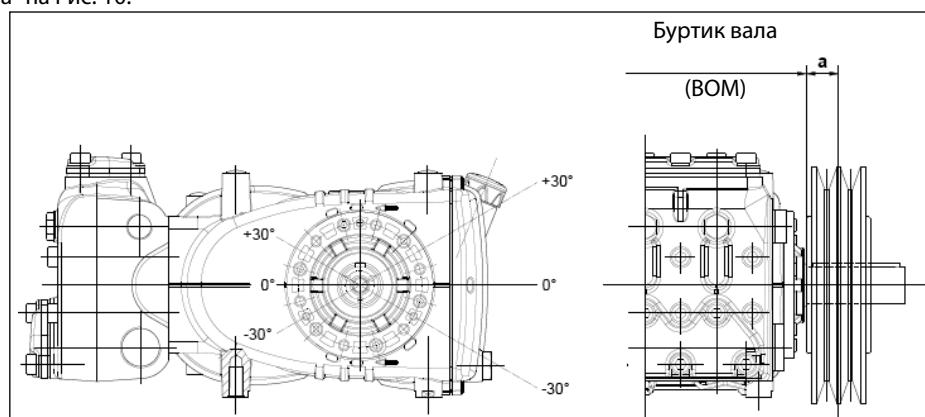

Рис. 10
Радиальная нагрузка на вал не должна превышать 4500 Н (значение, необходимое для определения компоновки). Передача считается подходящей в том случае, если данная нагрузка прилагается на максимальном расстоянии  $a=50$  мм от буртика вала (ВОМ), как указано на Рис. 10.
- b) Пользуйтесь ремнями с высоким КПД, например, **XPB** вместо **SPB**, поскольку в этом случае потребуется меньшее количество ремней при одинаковой передаваемой мощности, что в свою очередь сократит расстояние между результирующей силой и буртиком вала (BOM) "a" на Рис. 10.
- e) Натягивайте ремень в направлении, указанном на Рис. 10, при необходимости обращайтесь в **технический отдел** или **сервисную службу**.